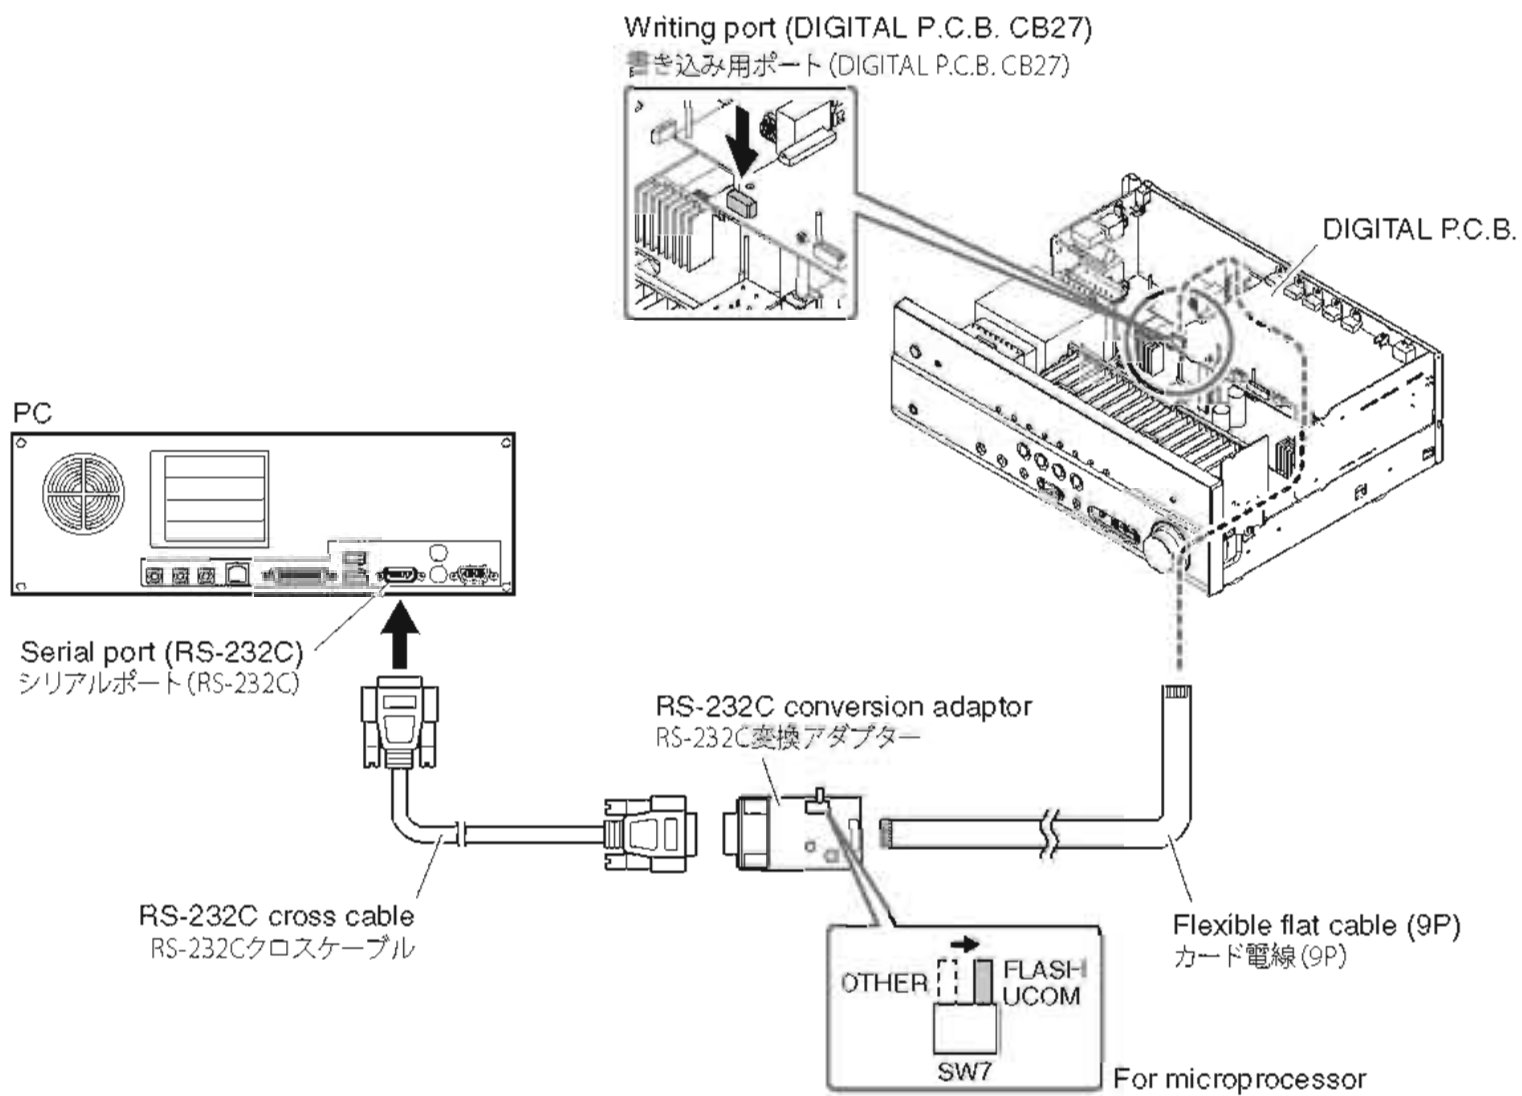

Fig. 1
(Fig. 1)
- 3. Set the switch (SW7) of RS-232C conversion adaptor as shown below. (Fig. 1)
- 2. 本機の書き込み用ポート (DIGITAL P.C.B. の CB27) と PC のシリアルポート (RS-232C) を下記のように接続します。(Fig. 1)
- 3. RS-232C 変換アダプターのスイッチ (SW7) を下記のように設定します。(Fig. 1)